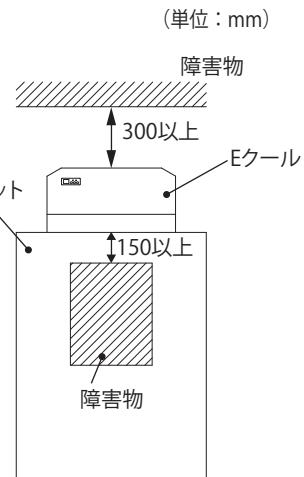

図1 障害物からの距離
- 吸気口および排気口の通風を妨げたり塞がないよう、また、排気が直接本製品吸気口に流入しないように取付位置に注意してください。能力低下と結露の原因になります。障害物からの距離をキャビネット外側で300mm以上、キャビネット内側で150mm以上離すことをおすすめします。(図1)